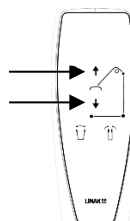

Fig. 1.6G
6. Antes de utilizar pela primeira vez e após cada serviço de inspeção, a caixa de controlo deve ser redefinida; pressione simultaneamente os botões para cima/para baixo no controlo manual (Fig 1.6G). Ver secção 3.2 – Utilização da caixa de controlo.